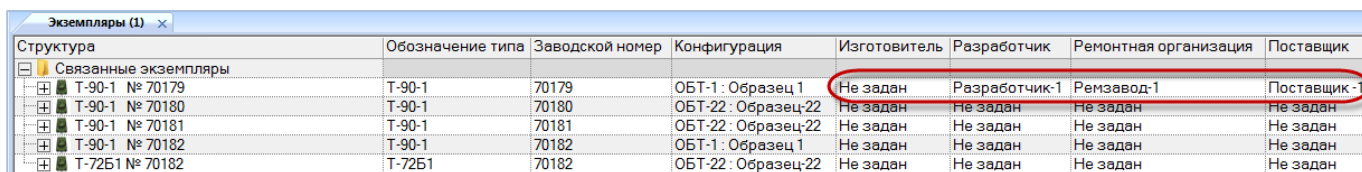

Рис. 20-41 – Организации для экземпляра в рабочем окне «Экземпляры»
4) В поле «Разработчик», «Изготовитель», «Поставщик», «Ремонтная организация», для экземпляра будет указана выбранная организация (рис. 20-41).